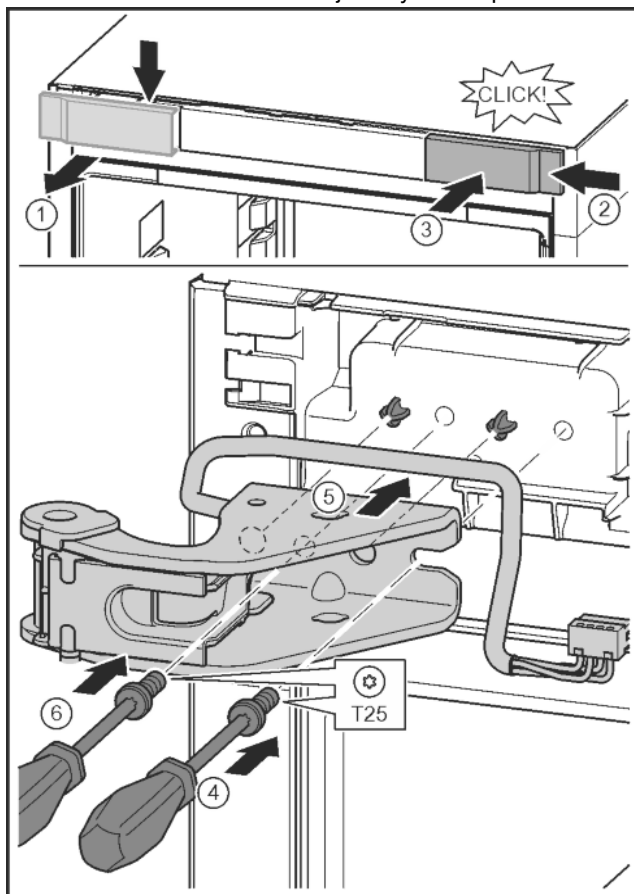

Fig. 28
- ▶ Uvoľnite kryt a odoberte ho z boku. Fig. 28 (1)
- ▶ Kryt zaveste na druhú stranu sprava otočený o 180°. Fig. 28 (2)
- ▶ Kryt zaklapnite. Fig. 28 (3)
- ▶ Skrutkovačom T25 nasadíte skrutku. Fig. 28 (4)
- ▶ Nasadíte hornú ložiskovú konzolu. Fig. 28 (5)
- ▶ Skrutku pevne zaskrutkujete. Fig. 28 (4)
- ▶ Skrutku nasadíte a pevne zaskrutkujete skrutkovačom T25. Fig. 28 (6)